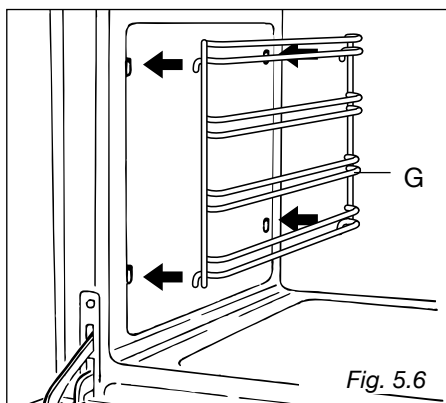

Fig. 5.6
- Accrochez les grilles de métal « G » aux parois du four (fig. 5.6).